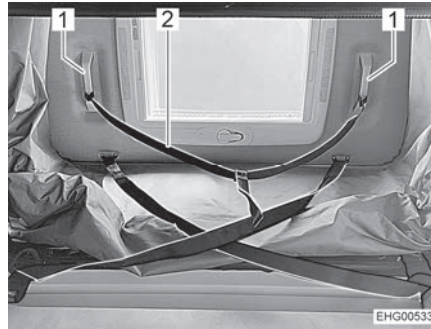

Bild 97 Hilfszug
- Aufstelldach am Hilfszug (Bild 97,2) langsam zu zwei Dritteln nach unten ziehen, bis das Aufstelldach selbständig stehen bleibt. Dabei beachten:
- Aufstelldach an den beiden Bügelgriffen (Bild 97,1) vollständig nach unten ziehen, bis die seitlichen Verriegelungen hörbar einrasten.